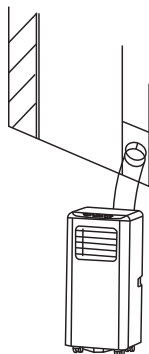

Fig.6
- 2) Som vist på fig.6 og fig. 6A, Installer udstødningsluftslangen, og Juster vinduesåbningen.